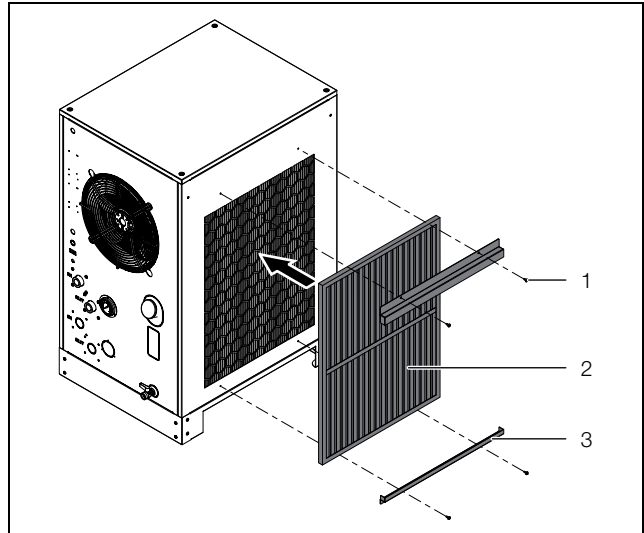

Imagen 23: Montaje de los filtros metálicos
■ Monte los dos soportes (imagen 23, pos. 3) mediante los tornillos (imagen 23, pos. 1) en el lado izquierdo de la chiller.